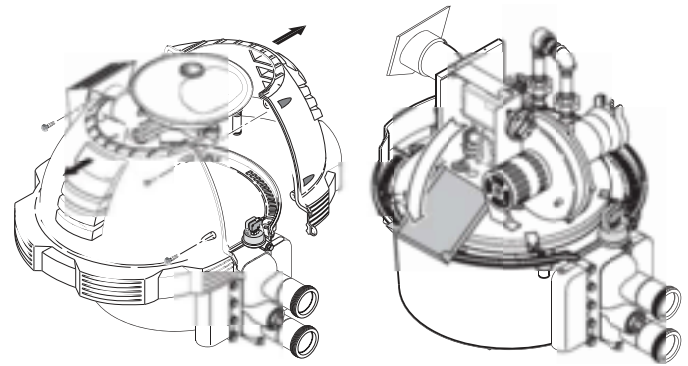

Figure 24.
2. Déboulonner et retirer les demi-corps supérieurs (voir la Figure 24).